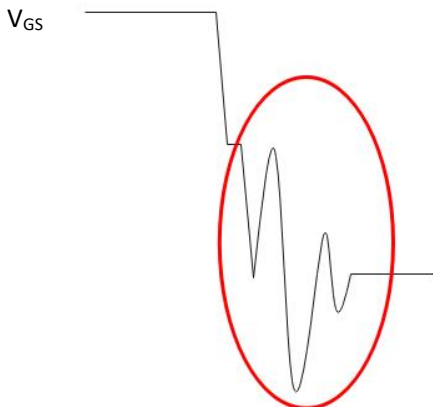

图 3 栅极振铃现象
- 1) 栅极信号振铃，导致 MOS 损坏（如图 3 所示）；